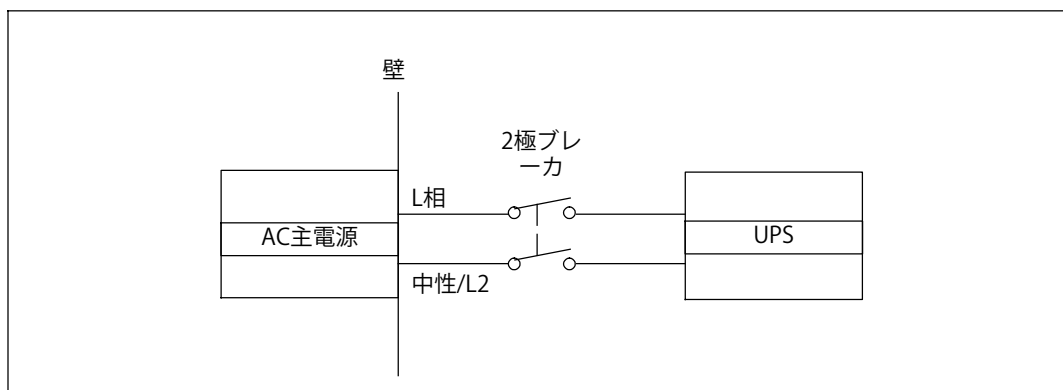

図 19. サーキットブレーカのダイアグラム
- 保護装置には、UPS入力と電源の間に2極の断路器が必要です。(図 19を参照)